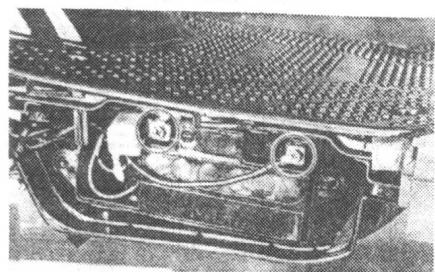

图 1-6
- (5) 在蓄电池的电流接头处取下蓄电池的负 \ominus 及正 \oplus 导电极，再拿出蓄电池，见图 1-6。